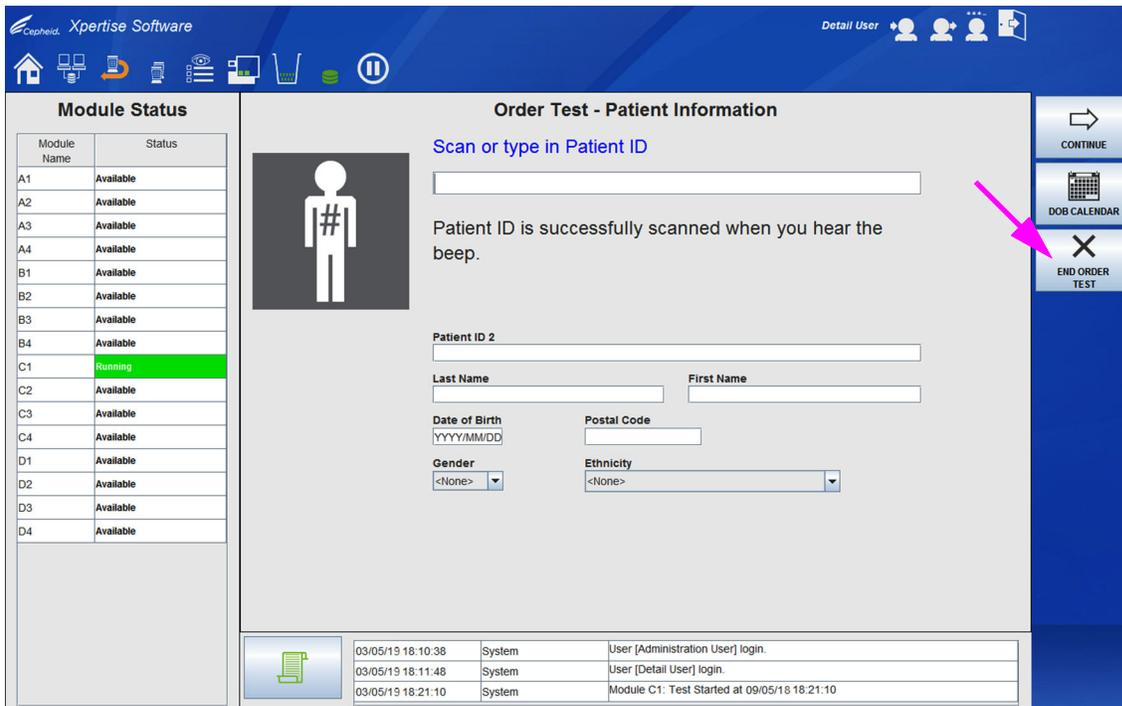

图 5-39. 指令测试 - 患者 ID (Order Test - Patient ID) 工作区
11. 扫描了检测盒后, 将显示指令测试 - 患者 ID (Order Test - Patient ID) 工作区, 以便操作员输入下一个测试。请参见图 5-39。
- 如果没有其他测试需要指令, 选择**结束指令测试 (END ORDER TEST)**按钮 (请参见图 5-39)。如果没有在指令测试 - 患者 ID (Order Test - Patient ID) 工作区的任何字段中输入任何信息, 指令测试 (Order Test) 菜单将关闭。